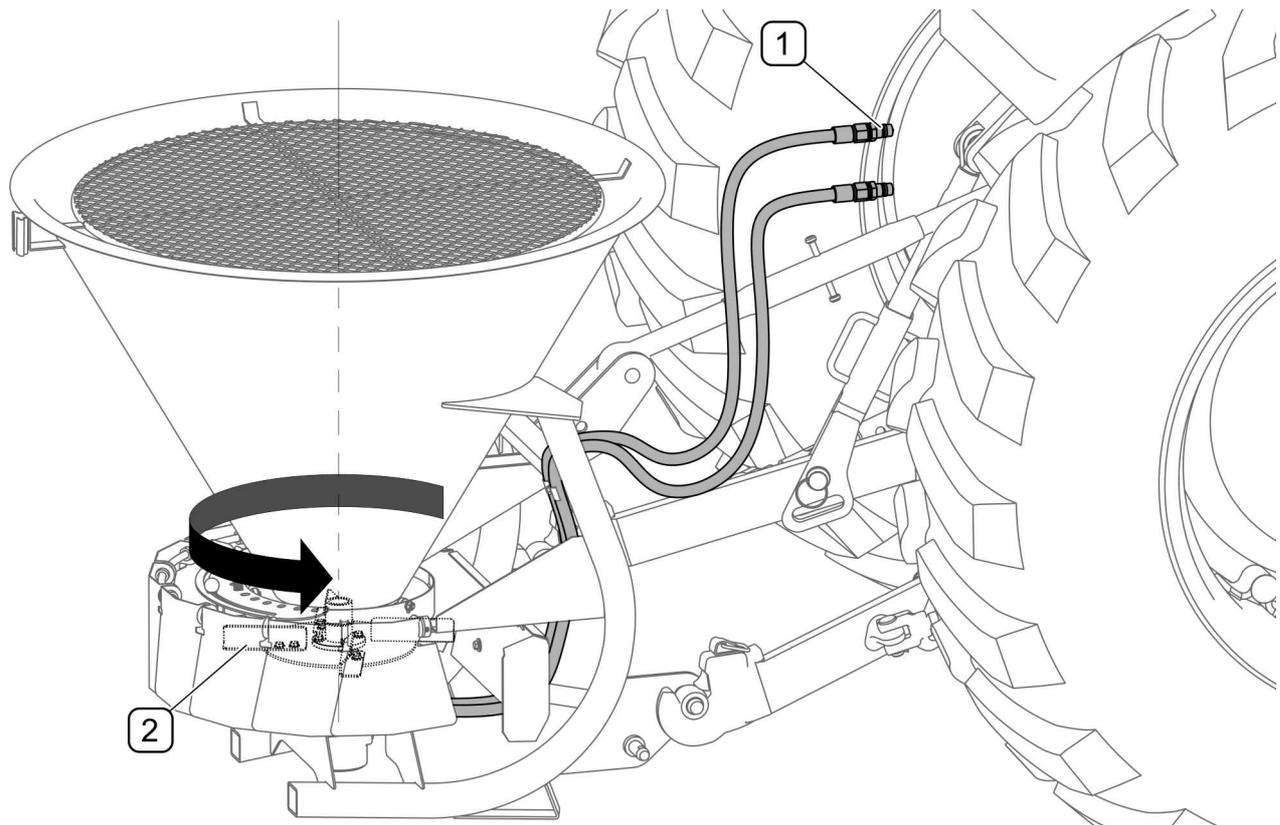

Abb. 4.2 Anschluss der Hydraulikinstallation an den Schlepper
Bei Streumaschinen mit Hydraulikantrieb müssen die Steckanschlüsse (1) an die Anschlussbuchsen an einen der externen Hydraulikkreise des Schleppers angeschlossen werden (Abb. 4.2). Nach dem Einschalten der Ölzufuhr muss sich der Streuteller (2) im entgegengesetzten Uhrzeigersinn drehen.. Falls sich der Streuteller nicht in der richtigen Richtung dreht, müsse die Anschlüsse der Hydraulikleitungen vertauscht werden.